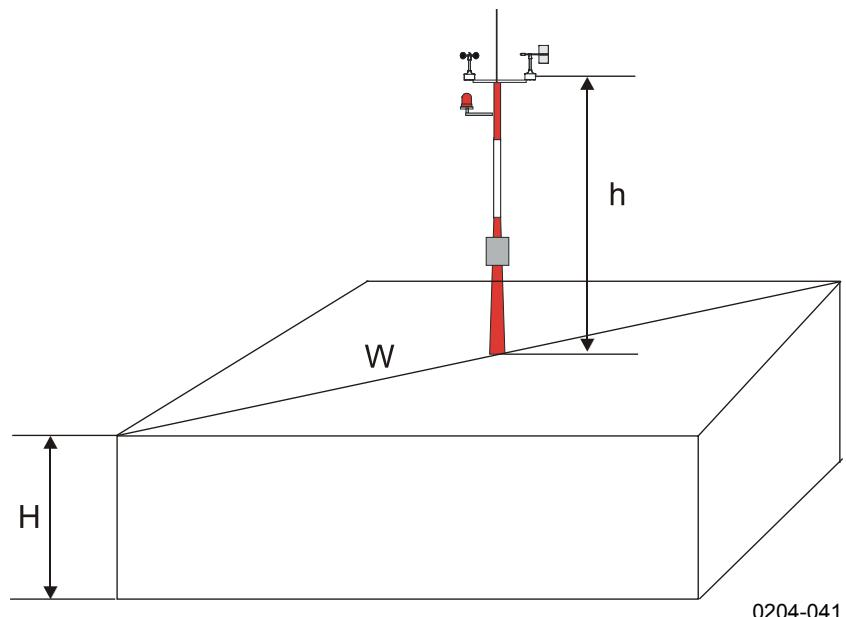

图 3 建筑物顶部推荐桅杆高度
建筑物上所安装桅杆的推荐高度（如见上方图 3 字母 h 所示）至少为建筑物高度 (H) 的 1.5 倍。若对角线长度 (W) 小于高度 (H) , 则桅杆的最低高度为  $1.5 \times W$ 。